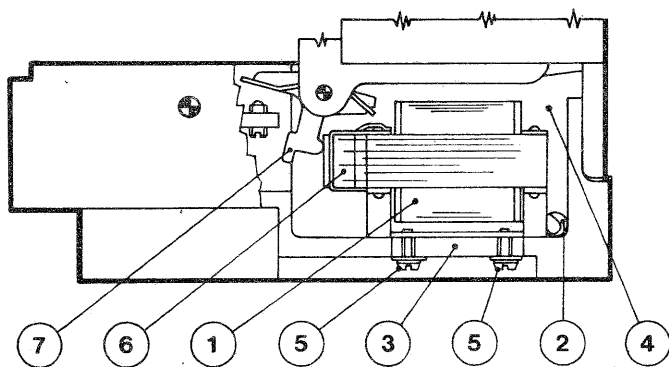

Fig. 9
7.2. Applicazione sganciatore a minima tensione (fig. 9)
Per applicare lo sganciatore di minima tensione in c.c. o in c.a. (in fig. 9 è rappresentato il tipo per corrente alternata) è necessario: